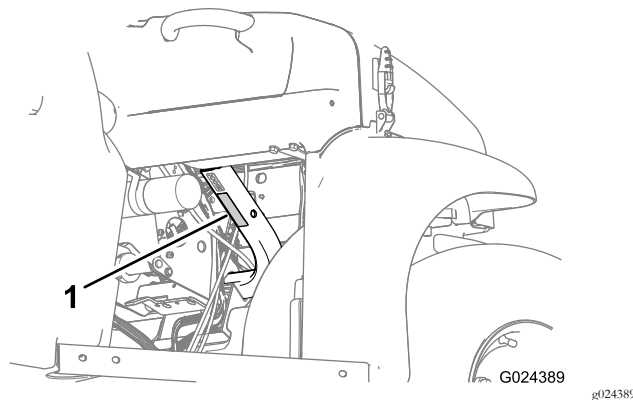

Рисунок 22
- Не превышайте грузоподъемность автомобиля и ограничивайте массу перевозимого в кузове груза, как описано в разделе Технические характеристики \(страница 22\) и указано на табличке полной массы автомобиля (Рисунок 22).